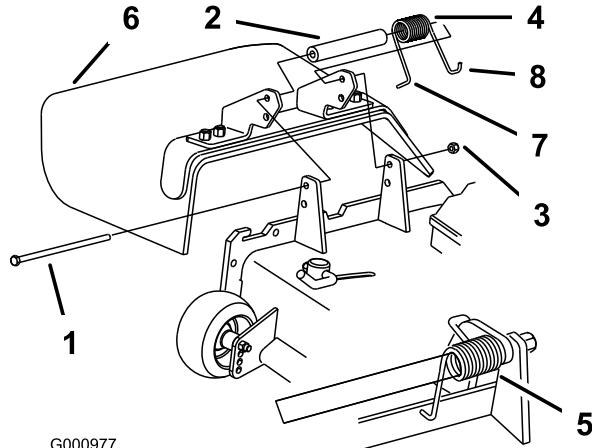

Figure 2
- Placez une entretoise et un ressort entre les supports du déflecteur d'herbe (Figure 2). Accrochez l'extrémité en J gauche du ressort derrière le bord du plateau.
- Remettez le boulon et l'écrou en place. Accrochez l'extrémité en J droite du ressort au déflecteur d'herbe (Figure 2).
- Remarque:** Accrochez l'extrémité en J gauche du ressort derrière le bord du plateau avant de mettre le boulon en place, comme indiqué à la Figure 2.